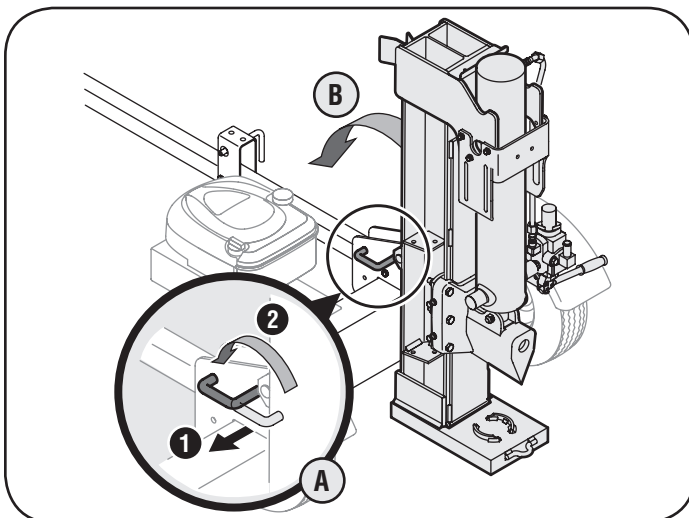

Figura 3-3
1. Extraer la viga vertical de traba, girarla hacia atrás, y pivotar la viga a la posición horizontal hasta que se trabe. Ver la Figura 3-3.